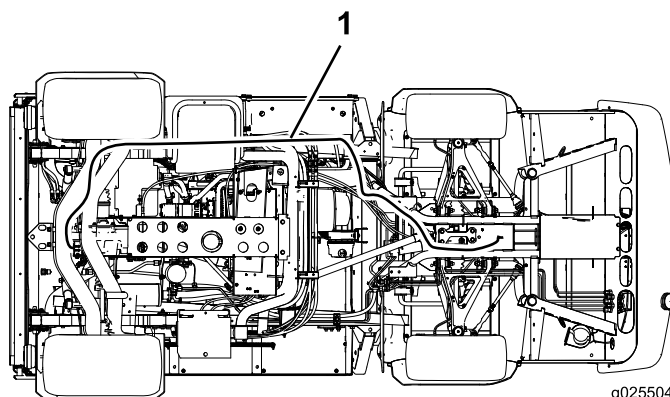

図4
7. このワイヤハーネスを、既存のワイヤハーネスに沿ってを機体前部へ配設する図4。